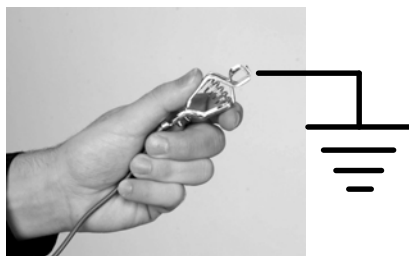

Рис. 3-15 Соединительный зажим заземления системы
**Передвижные системы:** См. рис. 3-15. Присоединить к технологической земле провод заземления, закрепленный на шпильке заземления блока управления.